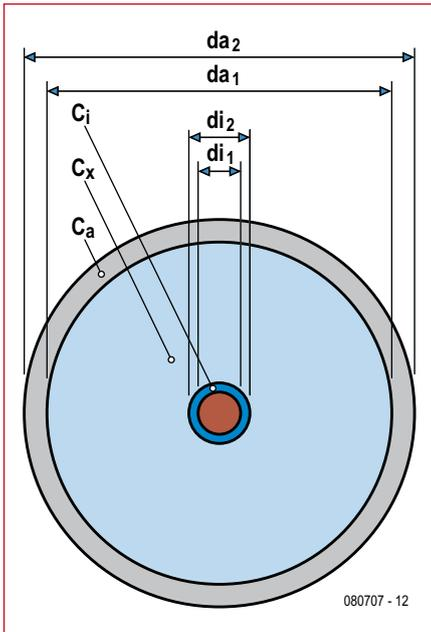
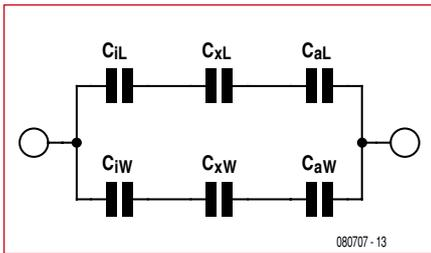

Figure 4. Les couches du condensateur formé par le tube de mesure.
Figure 5. Schéma équivalent du tube de mesure.
circuit série des capacités partielles (figure 4). Si l'on considère maintenant le condensateur cylindrique comme fait de deux parties, celle qui est déjà remplie de liquide à jauger, eau ou autre liquide (CW) et celle qui est encore remplie d'air (CL), on obtient la capacité du tube  $CR = CW + CL$  (donc un montage parallèle), la longueur de la partie dans l'eau est  $h$  et celle de la partie dans l'air est  $(L-h)$ . La figure 5 en présente le schéma équivalent.